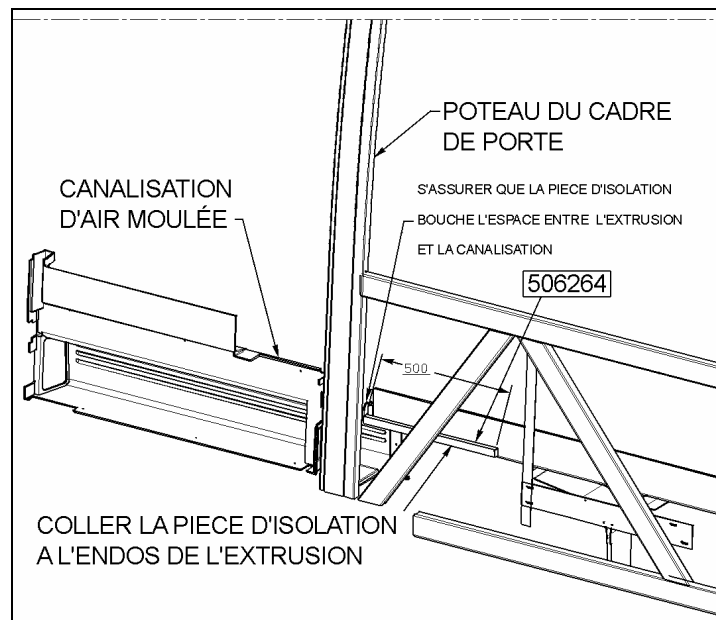

FIGURE 5
- 6) Fixer la pièce d'isolation du mur (506264) derrière l'extrusion comme indiqué à la figure 5.